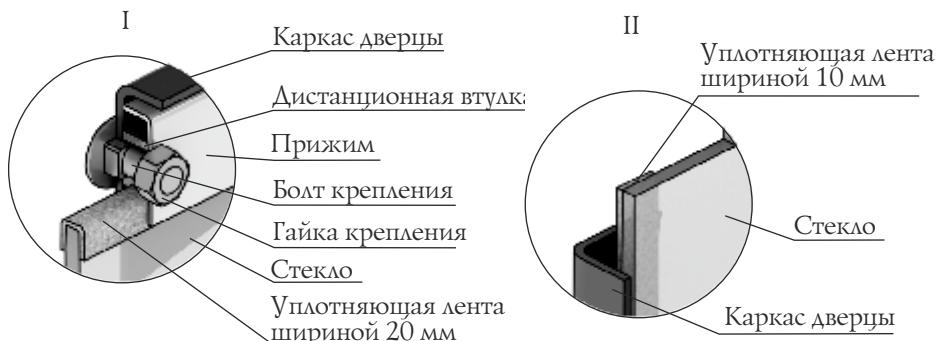

Рисунок 15. Крепление светорозрачного экрана дверцы модели «Витра»
1. Открутите две гайки, фиксирующие прижим (рисунок 15.I) и демонтируйте его и дистанционные втулки.
3. Возьмите новое стекло, если на нем нет уплотняющих лент, наклейте их: лента шириной 20 мм наклеивается сверху и снизу стекла «П»-образно (рисунок 15.I), лента шириной 10 мм наклеивается вертикально, вдоль боковых сторон стекла (рисунок 15.II).
4. Вставьте стекло в упор, при этом лента наклеенная с боковых сторон (вертикальная) должна быть зажата между стеклом и каркасом дверцы (рисунок 15.II).